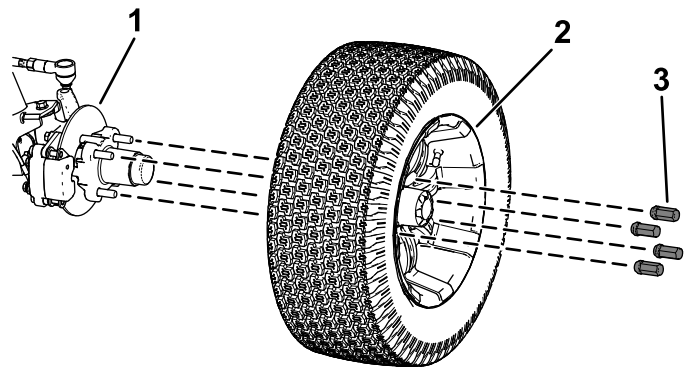

Bild 35
2. Nehmen Sie die vier Radmuttern ab, mit denen das Rad an der Radnabe befestigt ist (Bild 35).
4. Fluchten Sie die Löcher im Rad mit den Bolzen der Nabe aus und montieren das Rad so an der Nabe, dass das Reifenventil außen ist (**Bild 35**).
5. Befestigen Sie das Rad mit den Radmuttern an der Nabe (Bild 35).